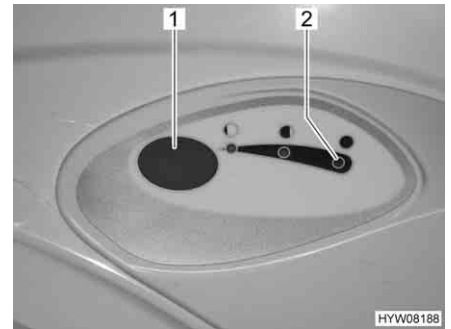

Fig. 248 Pulsante dello sciacquone/spia di controllo toilette Thetford
- Per sciacquare premere il pulsante blu (Fig. 248,1).
La spia di controllo (Fig. 248,2) si accende quando il serbatoio fecale deve essere svuotato.